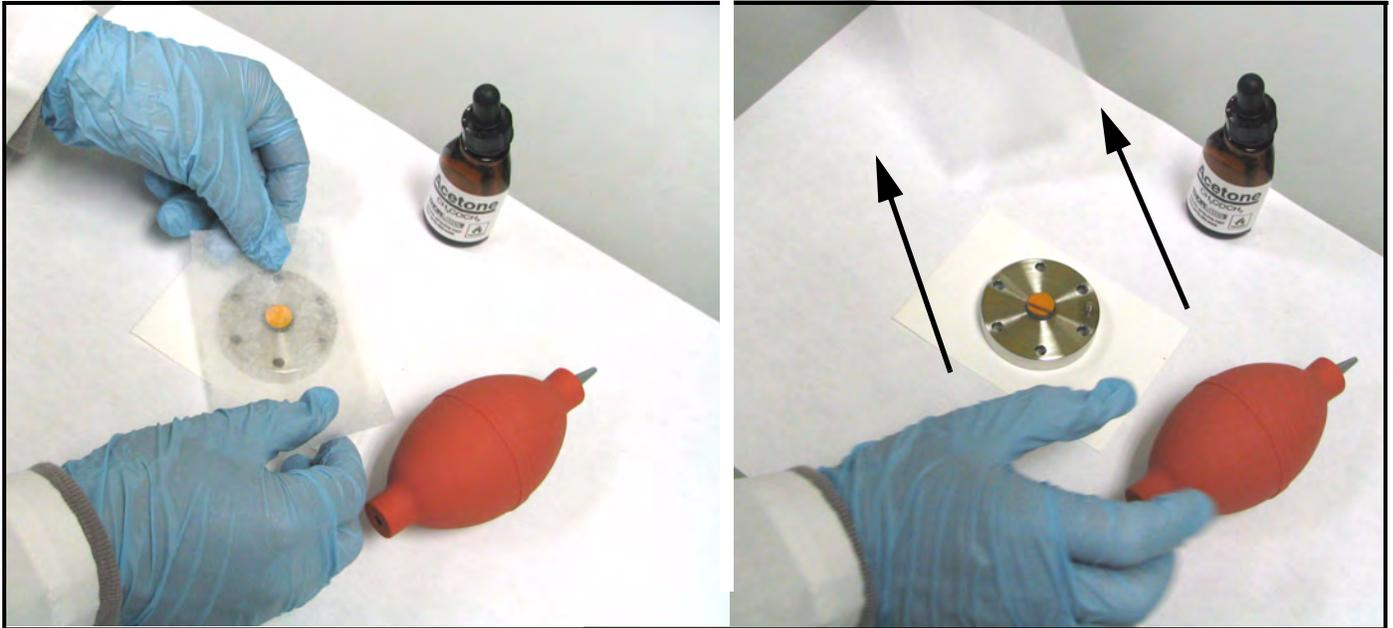

Figura 78: Arrastando os Lenços Umedecidos para Lentes Ao Longo do Espelho
8. Coloque os lenços umedecidos para lentes no topo do espelho e arraste-o horizontalmente ao longo da superfície do espelho (ver Figura 78).